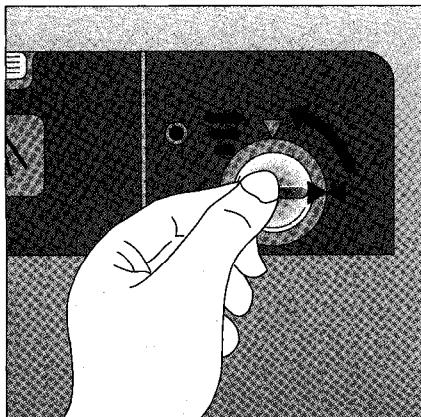

Bild 7
- Zur Dosiereinstellung Verschlußdeckel des Vorratsbehälters um $\frac{1}{4}$ Umdrehung entgegen dem Uhrzeigersinn drehen und öffnen (Bild 7).